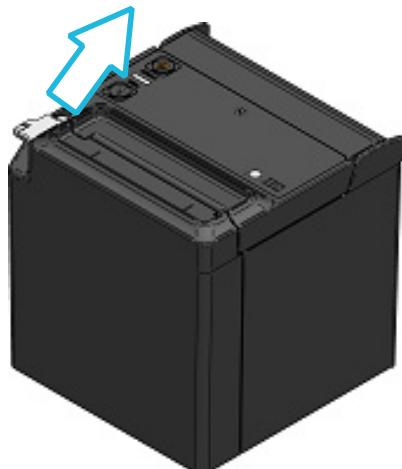

図 8-1 リリースレバー（上排出）
- リリースレバーを図 8-1、図 8-2の矢印方向に操作し、ペーパカバーを開けてください。